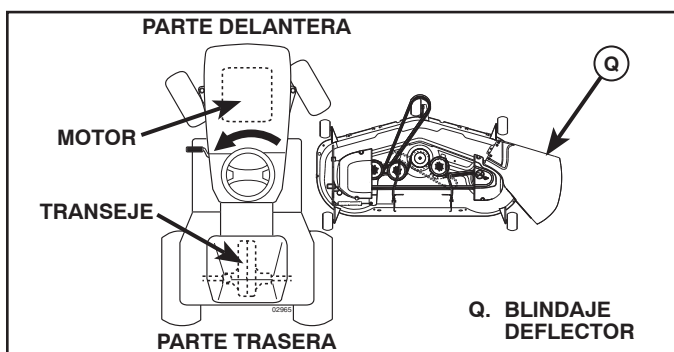

Fig. 29
3. GIRE EL VOLANTE HACIA LA IZQUIERDA Y UBIQUE LA CORTADORA DE CÉSPED EN SU LUGAR (Vea Fig. 29)
- Gire el volante completamente hacia la izquierda y ubique la cortadora de césped en el lado derecho del tractor con el blindaje deflector (Q) a la derecha.